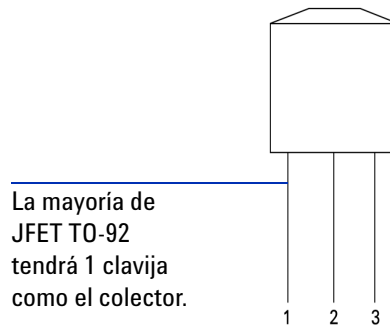

Figura 5-10 TO-92 JFET
- 3 En este caso, utilizaremos un JFET con un paquete TO-92 tal como se muestra en la Figura 5-10.